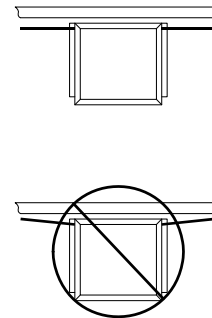

Figura 20
5. Ajuste los pernos de cadena para apretar la cadena. La cadena debe colgar no más de una (1) pulgada por cada 10 pies de recorrido. No apriete de más la cadena. **¡¡IMPORTANTE!! Asegúrese que la cadena esté paralelo a la puerta (figura 20). Instalar la cadena de cualquier otra manera causará excesivo ruido, desgaste y aflojamiento de la cadena.**